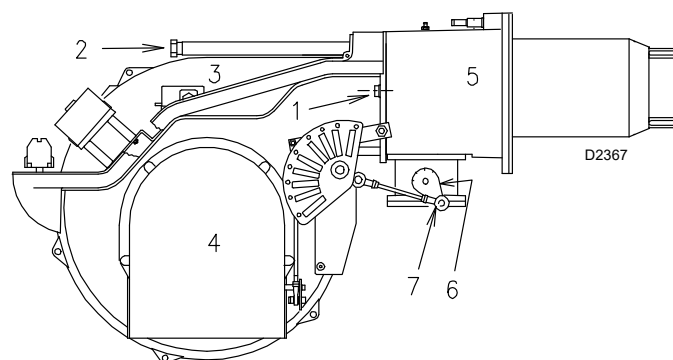

Fig. 18
- sæt sondekablet og elektrodekablet i, og skub derefter brænderen op til muffen, brænderen er i positionen vist i Fig. 18;